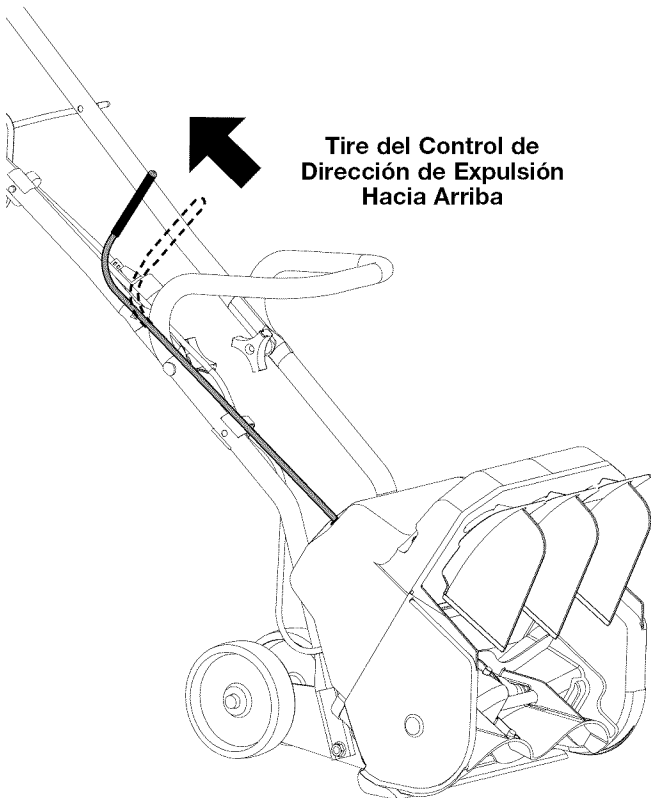

Fig. 6
2. Agarre firmemente el mango del Control para Dirección de Expulsión y hale hacia arriba. Eso suelta la varilla, la cual es accionada por un resorte, de la ranura de dirección de expulsión actual y permite el movimiento libre (Fig. 6).
- Si va a transportar la unidad con las manijas plegadas, tenga cuidado de no hacer contacto y doblar accidentalmente el control de dirección de expulsión (Fig. 6). Si dobla o daña el control, no podrá ajustar las paletas.